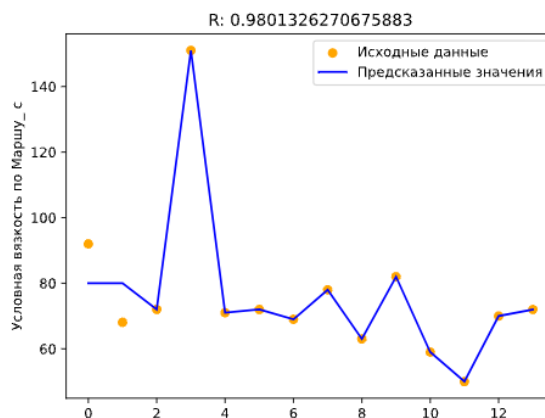

Рисунок 7 – Результаты моделирования
- 3) Просмотр результатов моделирования (рисунок 7) по всем выходам с указанием коэффициента детерминации (R).